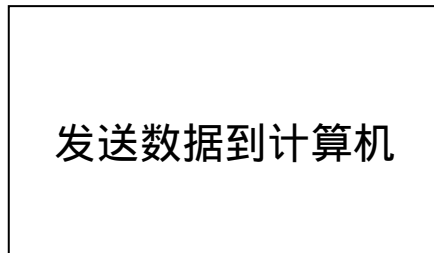

图 45
- c. 按 $\leftarrow$ 键确认发送数据，屏幕显示：发送数据到计算机，发送完成有蜂鸣声提示，返回菜单状态，显示如图 45：